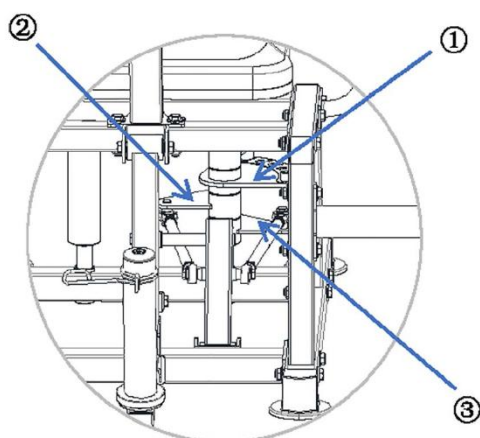

Рис. 3
После закрепления узла G убедитесь, что три металлические пластины (1), (2) и (3) расположены в одной горизонтальной плоскости, как показано на Рис. 3.